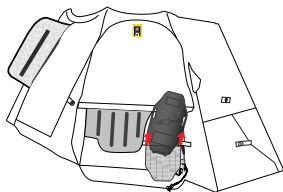

図13
3. 2つの固定用面ファスナーを開いて、インフレーターハウジング（4）をポケットから取り出します（図13）。